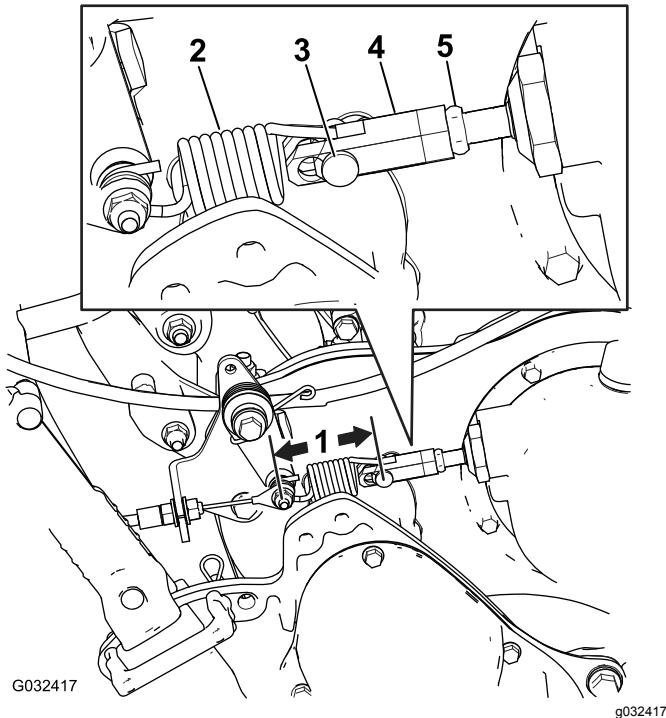

Figura 48
2. Mida la distancia desde el pasador en cada extremo del muelle del control de tracción (Figura 48); si la distancia no es de 7,3–7,6 cm, ajuste el embrague siguiendo los pasos indicados a continuación.
- B. Afloje la contratuerca del tensor y retire el pasador de horquilla, desconectando el muelle del tensor (Figura 48).
- F. Mida la distancia desde el pasador en cada extremo del muelle del control de tracción (Figura 48); repita los pasos A a F hasta que quede una distancia de 7,3–7,6 cm.